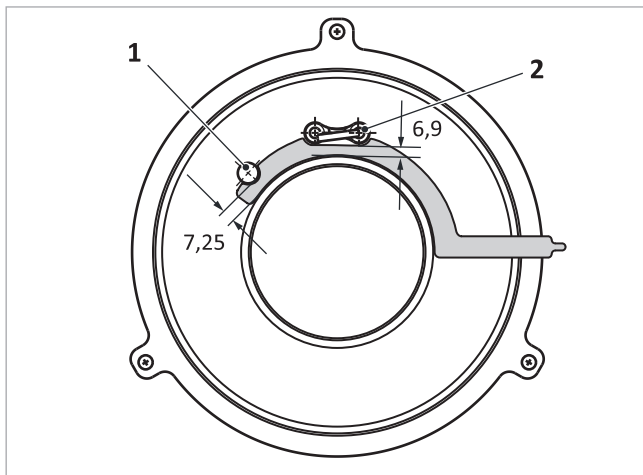

Fig. 39: Distanze degli elettrodi di accensione e di ionizzazione dal vello del bruciatore
- Elettrodo di ionizzazione → Fig. 39 (1): 7,25 mm
- Elettrodo di accensione → Fig. 39 (2): 6,9 mm